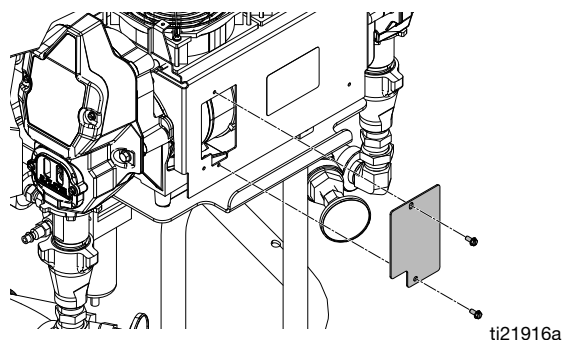

FIG. 19 Spazzole del motore
6. Rimuovere il coperchio dei comandi del display (26). Scollegare i cavi del motore come segue:
- a. Rimuovere i due bulloni e la piastra del coperchio di accesso. Vedere FIG. 19, pagina 55.
- b. Rimuovere i due bulloni e la piastra del coperchio di accesso. Vedere FIG. 19, pagina 55.